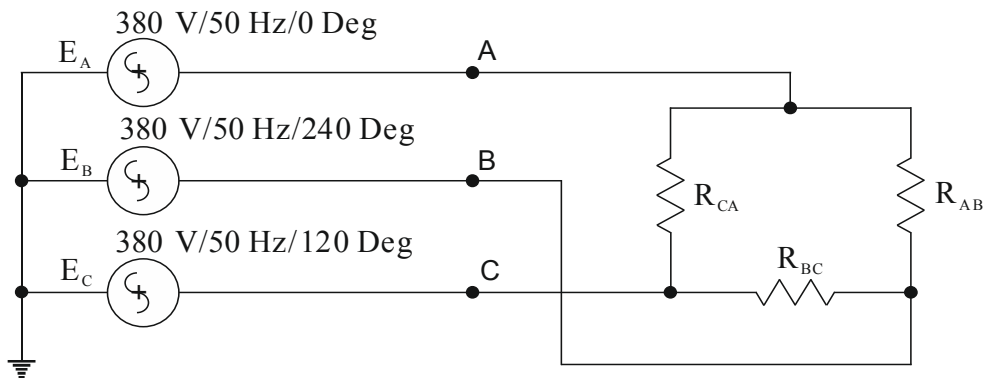
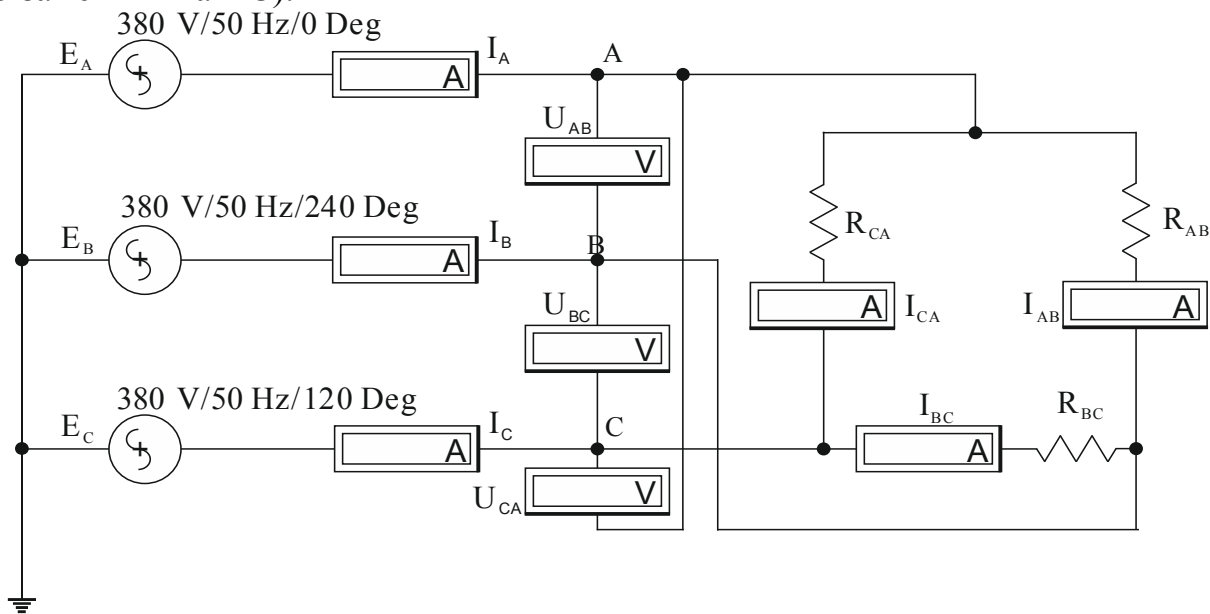

Рис.6.1.
Рис.6.2
1.1. На рабочем поле собрать схему трёхфазной цепи переменного тока при соединении фаз генератора «звездой» и нагрузки «треугольником» (рис.6.1)
1.5. К схеме трёхфазной цепи переменного тока рис.6.1 подключить амперметры и вольтметры (рис.6.2). Открыв диалоговое окно измерительных приборов (двойным щелчком мыши по изображению прибора), изменить вид измеряемого напряжения (DC заменить на AC).
2.1. На схеме рис.6.2 изменить величины сопротивлений в фазах, согласно варианту (табл.6.3).